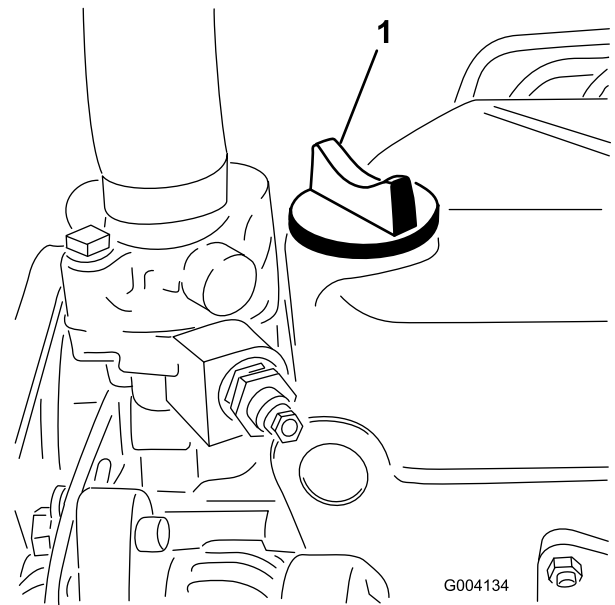

Figura 21
5. Si el nivel de aceite está por debajo de la marca **Lleno**, retire el tapón de llenado (Figura 21) y añada aceite hasta que el nivel llegue a la marca **LLENO** de la varilla. **No llene demasiado**.